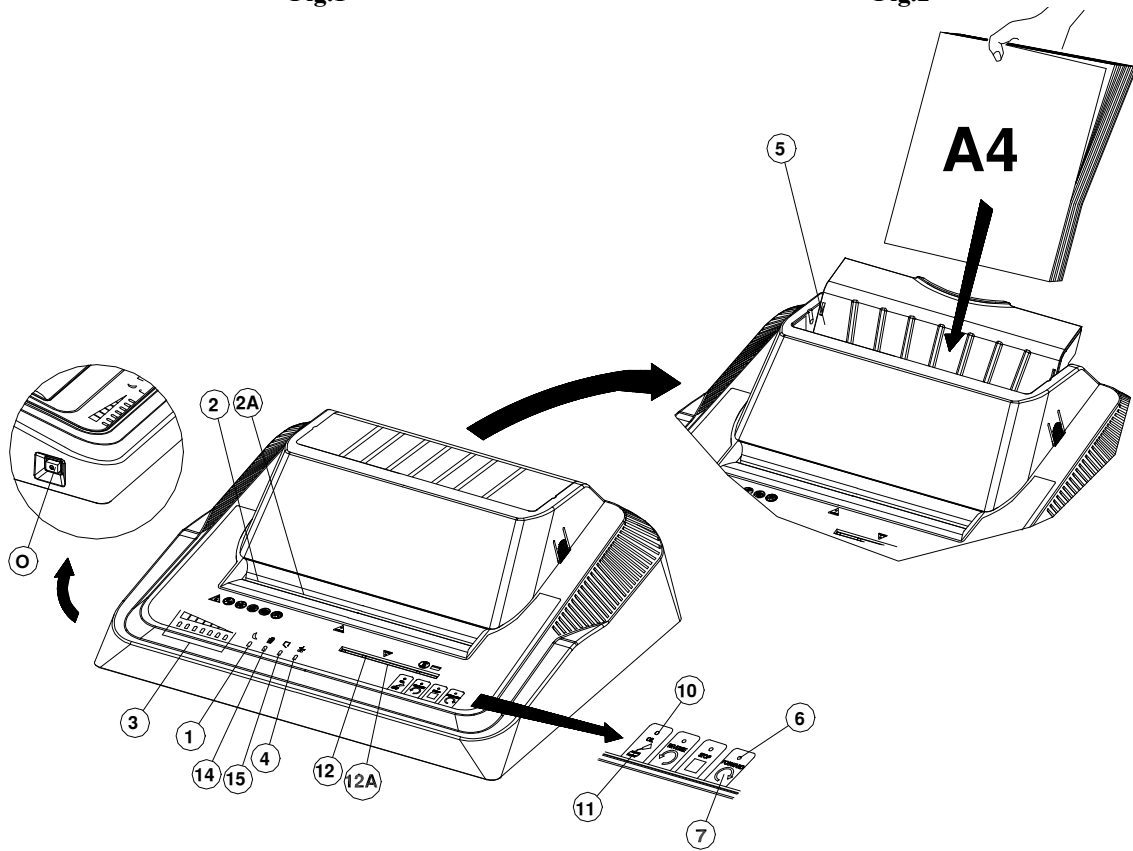
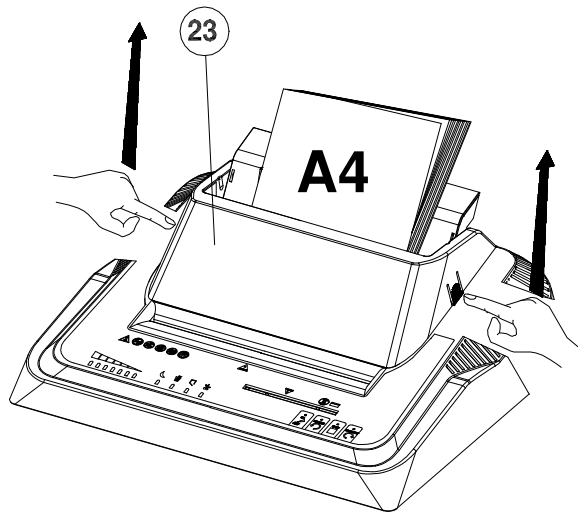
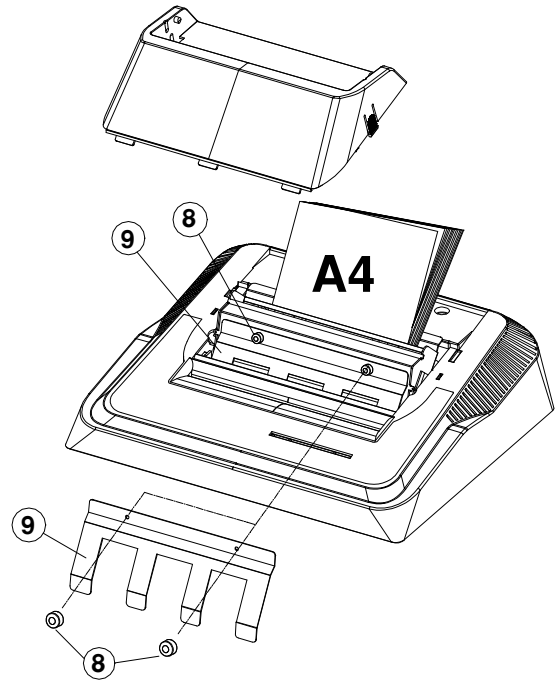

Fig.3
Fig.4
Fig.5
UTILISATION DE L'APPAREIL Fig.3
DESTRUCTION MANUELLE DE FEUILLES SIMPLES Fig.3
DESTRUCTION DES FEUILLES AVEC LE SYSTEME D'ALIMENTATION AUTOMATIQUE Fig.3 , Fig.4 , Fig.5
Introduire les feuilles dans l'ouverture (5) du système d'alimentation automatique en les poussant jusqu'au fond, de la façon indiquée dans la Fig.3. La led (6) se met à clignoter.
- Retirer le couvercle supérieur (23) du système d'alimentation automatique en appuyant sur les languettes situées sur les côtés, selon les indications de la figure 4. Le tirer ensuite vers le haut.
- Retirer les deux poignées (8) de la façon indiquée dans la fig. 5 et enlever la cloison (9)
Après avoir branché l'appareil à la prise de courant, appuyer sur l'interrupteur ON/OFF (O), la machine est prête à l'emploi. Durant les premières minutes de fonctionnement, il se peut que le voyant lumineux (10) fig.3 clignote, car le tube d'émission d'huile n'est pas encore complètement plein. Pour accélérer son remplissage et éteindre le voyant OIL (10) faire fonctionner l'appareil à vide pendant ¼ minutes, tout en continuant à appuyer sur la touche FORWARD (7) (voire fig.3). Votre destructeur de documents est désormais prêt à l'emploi, avec un groupe de coupe graissé. L'absence d'huile dans le réservoir est signalée par le voyant OIL (10)(voire fig.3) qui clignote.